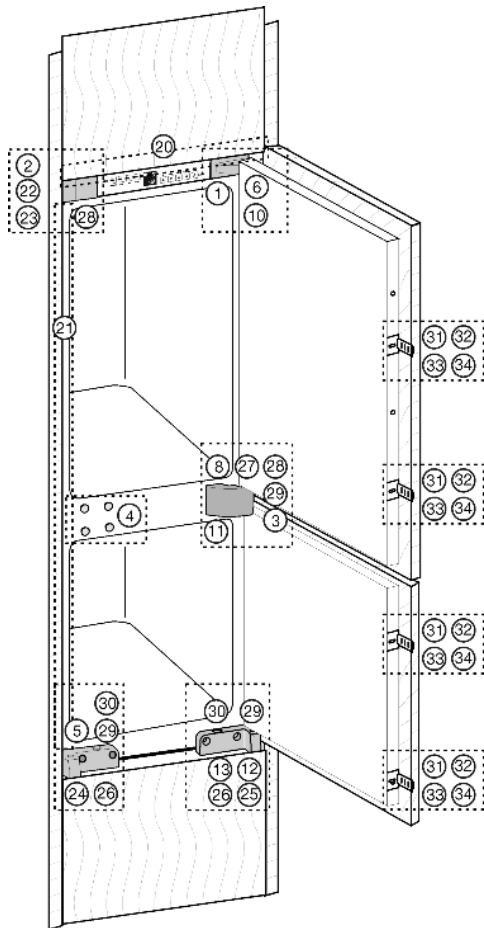
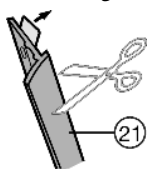
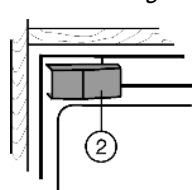

Fig. 6
Fig. 9
Fig. 10
- ▶ Incollare il coprifuga Fig. 9 (21) sul fianco dell'apparecchio, lato maniglia, a filo con il frontale: Staccare la pellicola protettiva e incollare il coprifuga.
- ▶ Accorciare se necessario il coprifuga Fig. 9 (21).
- ▶ Applicare il coprifuga Fig. 9 (21) esattamente sotto la squadra di fissaggio Fig. 6 (22).
- ▶ Togliere il coprifuga Fig. 10 (2).
- ▶ Togliere il coperchio Fig. 6 (3) dal supporto cuscinetto centrale Fig. 10 (11).